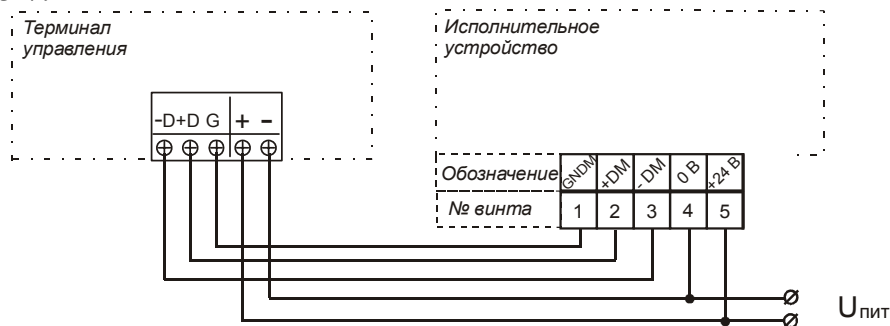

Рис.3-7.Схема подключения терминала управления.
3.3.10 Схема подключения терминала управления к исполнительному блоку приведена на рис. 3-7.